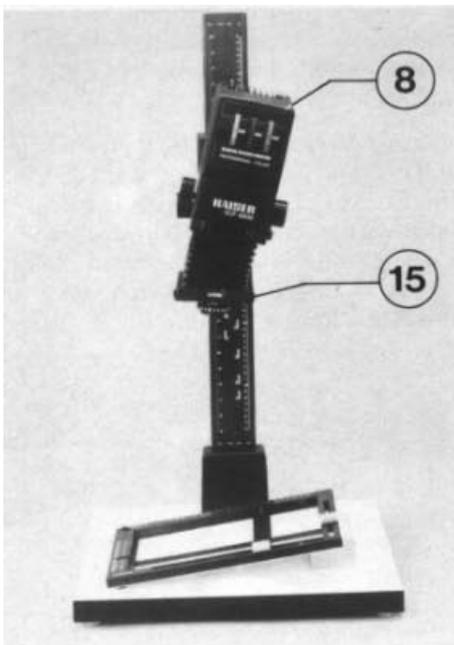

Bild 21
Grundsätzlich ist eine Entzerrung durch Schwenken des Gerätekopfes (8) und Anheben der Vergrößerungskassette möglich. Zusätzlich besteht die Möglichkeit, durch Verschwenken des Objektivträgers (15) eine Entzerrung nach dem Scheimpflugischen Prinzip durchzuführen (Bild 21).